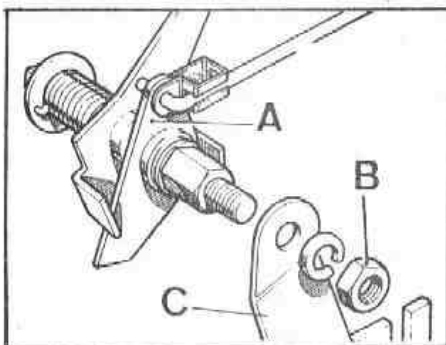

Fig. G-25 Mandos del acelerador
- 1.6. En los modelos con motor de gasolina, desconectar el mando del acelerador, A, (Fig. G-25) de su soporte, C.